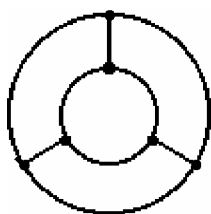

Рис. 1.2
2. На рис. 1.2 дана структурная схема некоторой цепи (ветви изображены линиями, узлы – точками). Определите для нее число взаимно независимых уравнений, которые можно составить по первому и второму законам Кирхгофа.